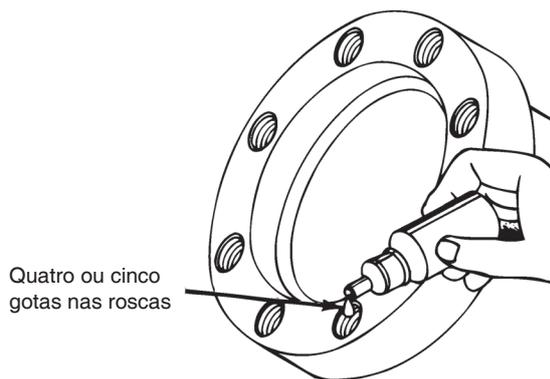

Figura 4.9
2. Aplique quatro ou cinco gotas do adesivo líquido Meritor, Loctite 638 ou 680 ou equivalente dentro do alojamento do componente de fixação. Não aplique o adesivo diretamente nas rosca externa do componente de fixação. Figura 4.9.